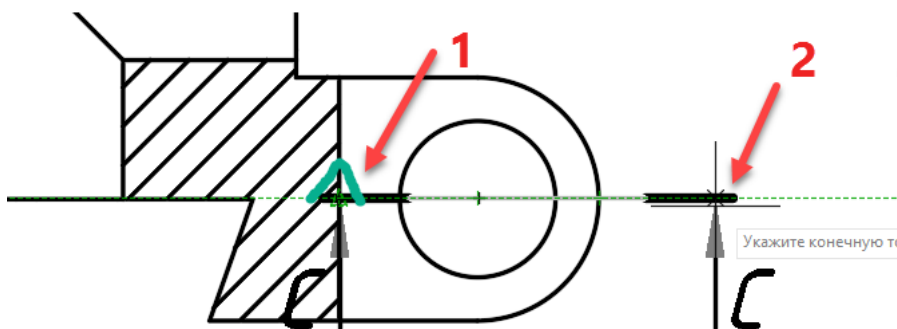

Рис. 4.31. Точки секущей плоскости для местного разреза
**Середина** укажите точку 1 секущей плоскости (рис. 4.31).
*Укажите конечную точку или:* укажите точку **2** секущей плоскости так, чтоб линия сечения шла строго горизонтально (рис. 4.31).